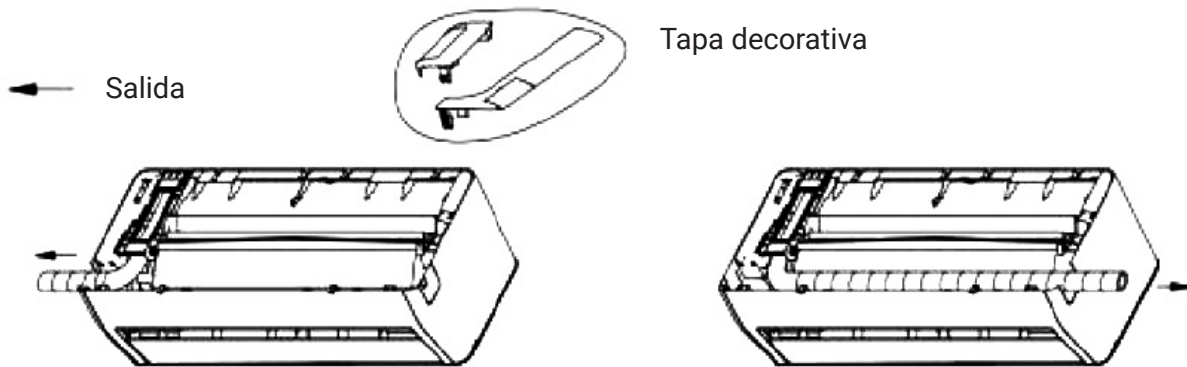

**Fig.4**
- Desmonte la placa metálica de instalación de la unidad interior. Ajuste la placa de instalación en posición horizontal. La diferencia de altura entre el lado derecho e izquierdo de la placa de instalación debería ser menor de 5 mm. (Fig. 4)